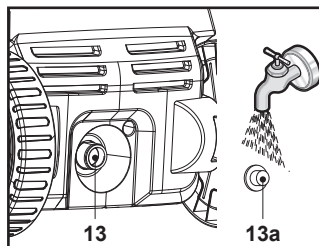

Fig. 20
2. Scoate sita (13a) din racordul de admisie a apei (13) și clătește-o sub apă de la robinet pentru a îndepărta eventualele obiecte străine (fig. 20). Apoi montează la loc sita (13a).